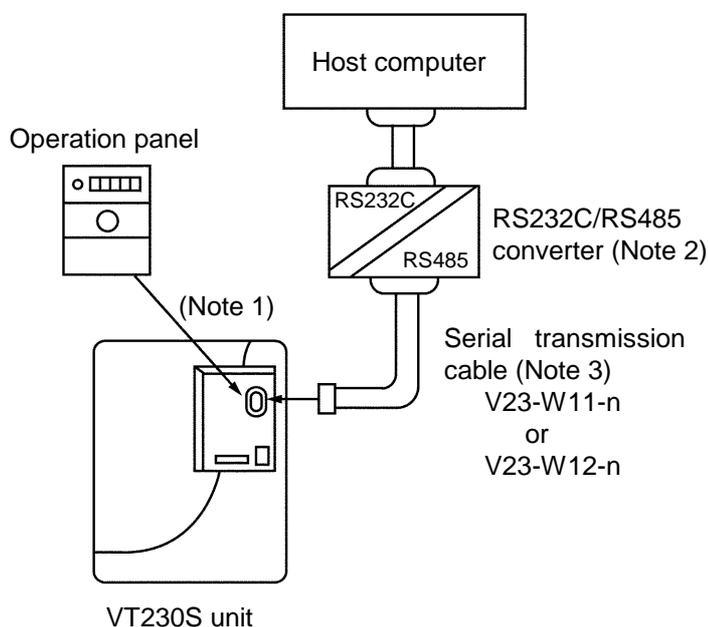

Fig. 2.1 Diagrama de conexión del cable de transmisión (RS232C)
- (1) Conectar la conexión del cable como se muestra en la Fig. 2.1.